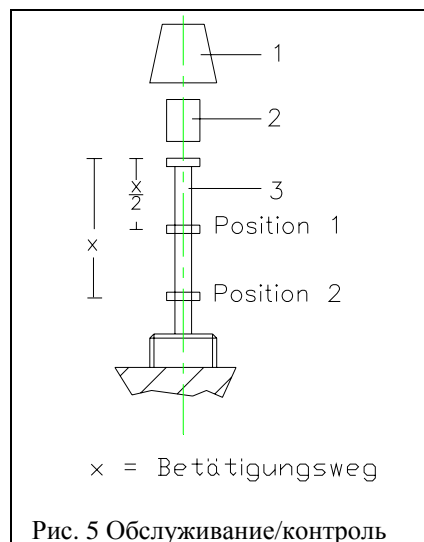

Рис. 5 Обслуживание/контроль
2.1.2. Двухпоплавковое газовое реле (рис. 5)
- * отвинтить большую колпачковую гайку (1)
- * из колпачковой гайки вынуть транспортный фиксатор (2)
- * контрольную кнопку (3) нажать до достижения ею позиции 1 и удерживать в этом положении (контроль верхней системы коммутации)
- * контрольную кнопку (3) нажать до достижения ею позиции 2 (упор) и отпустить (контроль нижней системы коммутации)